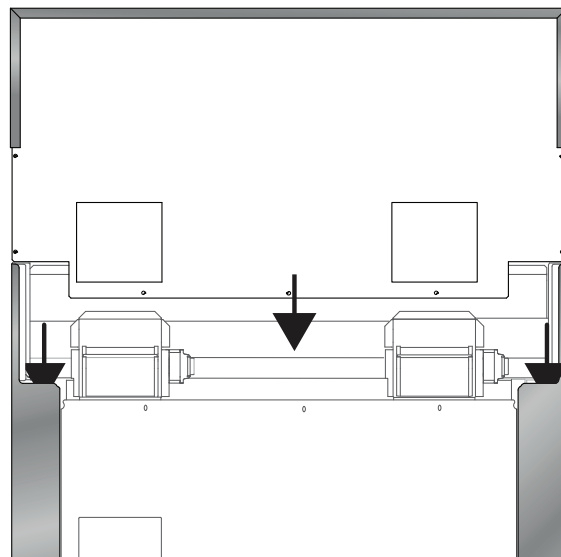

Figure 22 : Installation du dossier
- Alignez le panneau arrière du nouvel accessoire avec les brides des coins arrière droit et gauche des panneaux latéraux de la cuisinière. Le dossier s'insère dans les canaux de guidage situés à l'arrière de la cuisinière (Figure 22).